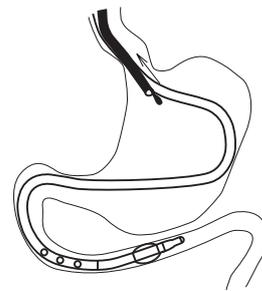

図22
4. 十二指腸下行脚に本品が挿入されたら、スネアを本品より外して内視鏡を抜去する。この時、チューブと一緒に抜けてしまうことがあるので、X線透視下で確認しながら丁寧に行うこと(図22)。(またバルーン部位が幽門輪の肛門側に到達してから、バルーンを少し膨らませて内視鏡を抜去する方法もある。)